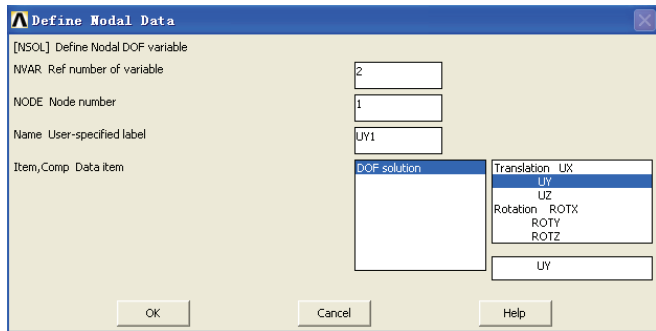

图 4-50 定义节点变量对话框
1) 选择 Main Menu | TimeHist Postpro | Define Variables 命令, 出现 Defined Time-History Variables 对话框, 单击 Add 按钮, 出现 Add Time-History Variables 对话框, 选择 Nodal DOF Result, 单击 OK 按钮, 出现 Define Nodal Data 拾取菜单, 在输入栏中输入 1, 单击 OK 按钮, 出现 Define Nodal Data 对话框, 参照图 4-50 对其进行设置, 单击 OK 按钮关闭该对话框。